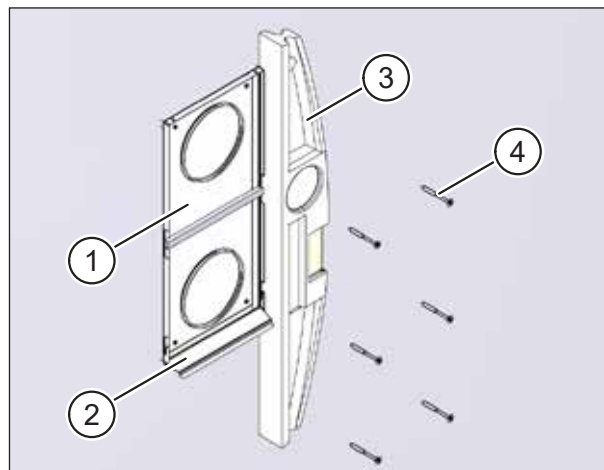

Fig. 18 : Fixer la plaque de base
- ▶ Déposez avec précaution la plaque de base (pos. 1 dans Fig. 18), en bonne position, sur les tuyaux d'aération. Veillez à ce que les garnitures d'étanchéité ne soient pas endommagées.
- ▶ Veillez à ce que le rebord d'égouttement (pos. 2 dans Fig. 18) soit dirigé vers le bas.
- ▶ Positionnez la plaque de base perpendiculairement avec un niveau (voir pos. 3 dans Fig. 18).
- ▶ Fixez la plaque de base avec les six vis jointes (pos. 4 dans Fig. 18).